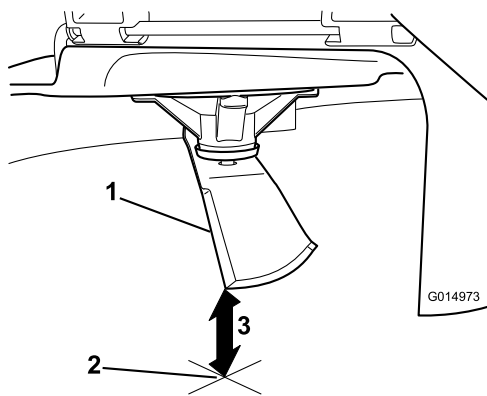

Bild 71
3. Messen Sie von der Messerspitze bis zu ebenen Fläche (**Bild 71**).